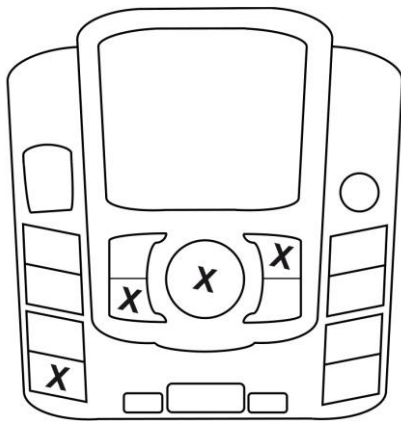
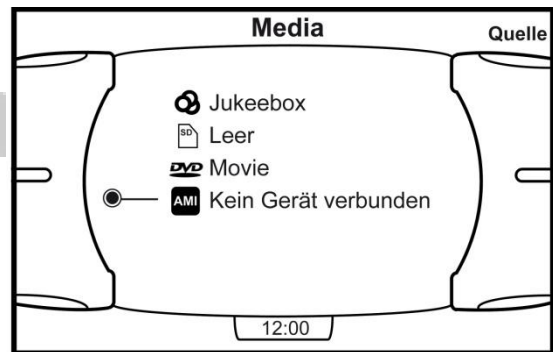

Abb. 9
Abb. 10
14. Betätigen Sie **gleichzeitig** die mit **(X)** markierten Tasten in Abb. 9. Es wird ein MMI **RESET** durchgeführt. Nach erfolgreichem Neustart erscheint Abb. 10.